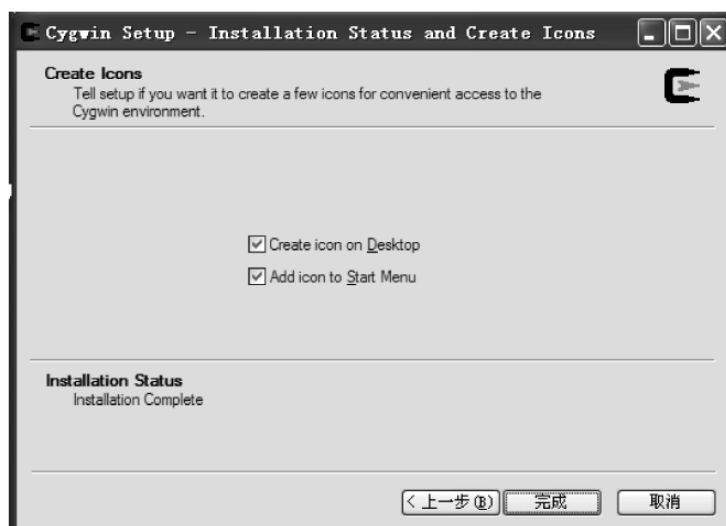

图 5.7 安装完成
(7) 安装完毕。默认会在桌面创建 Singular 和 Cygwin 快捷方式,如图 5.7 所示。